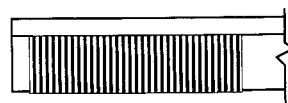
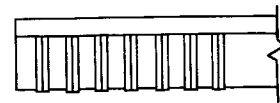

Рис. 1
Рис. 2
- Сплошного бандажа (рис. 1) или полос холста наклеенными с интервалом друг от друга (рис.2).